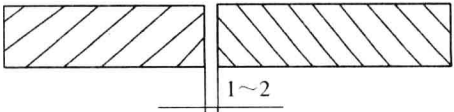

图1-3 不开坡口的对接接头
1) 不开坡口的对接接头。当钢板厚度 $<6\text{ mm}$ 时，一般可不开坡口，只留有 $1\sim 2\text{ mm}$ 的装配间隙（如图1-3所示）。但这并不是绝对的。在较重要的焊接结构中，当工件厚度 $>3\text{ mm}$ 时就要求开坡口了。